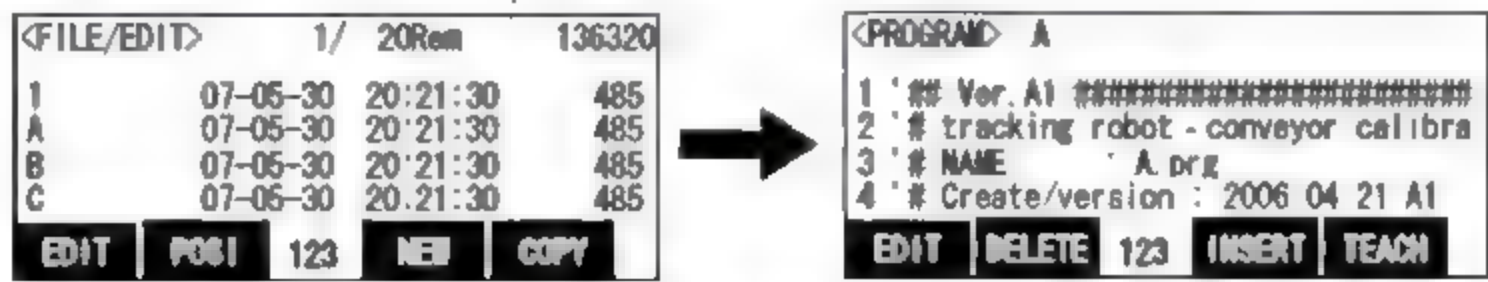

图 29-6 <PROGRAM>及监视屏幕
(5) 选择 A 程序并按 Exe 键,显示<PROGRAM>屏幕,如图 29-6 所示。